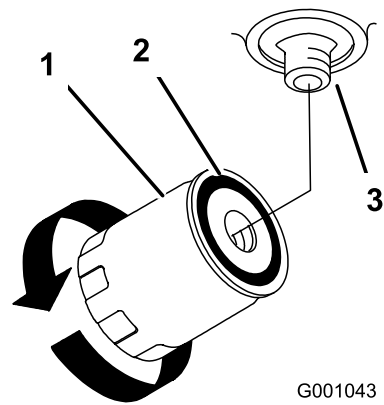

Figura 77
4. Aplique una capa fina de aceite hidráulico a la junta de goma del filtro nuevo (Figura 77).
7. Llene el depósito de aceite hidráulico con aceite hidráulico hasta que éste rebose por encima del filtro, gire el filtro en el sentido de las agujas del reloj hasta que la junta de goma entre en contacto con el adaptador del filtro, luego apriete el filtro media vuelta más (Figura 77).